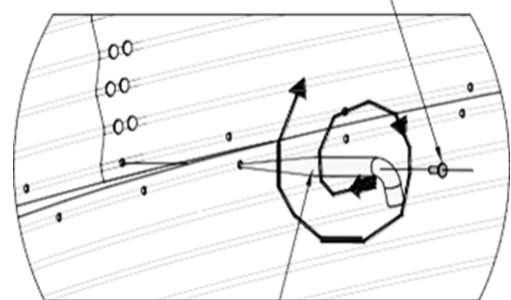
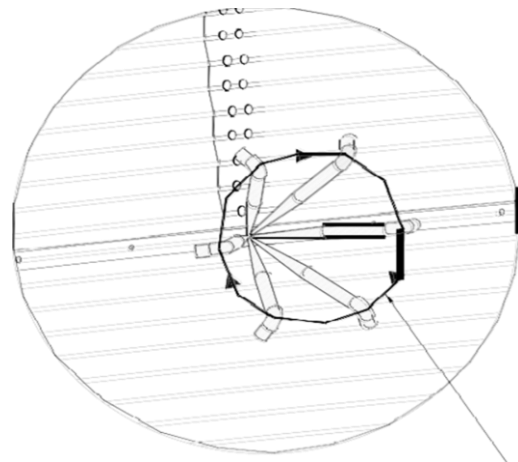

Figura 1
Figura 2
- Capture y sostenga las placas de pared allegadas una respecto a la otra, introduciendo punzones cónicos por el orificio del medio de la placa inferior y el orificio de la unión vertical hermana de la placa superior. (Figura 1) Reflejte y rote el punzón para alinear y abocardar los orificios en las tres placas hermanas. (Figura 2) Debe introducirse por lo menos otro punzón en un orificio contiguo para ayudar a mantener la alineación.